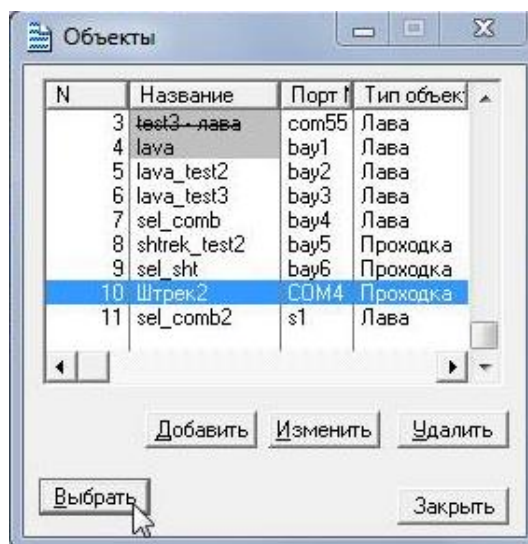

Рисунок 2.1 – Окно выбора ГТО
После старта программы появится окно выбора ГТО (рисунок 2.1).
- Выбрать объект – открывается окно выбора (рис. 2.1).